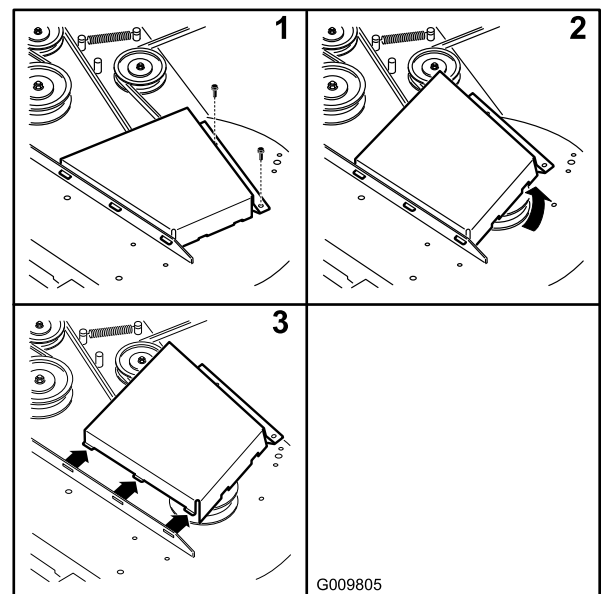

Bild 68
4. Entfernen Sie die Riemenabdeckungen (Bild 68).